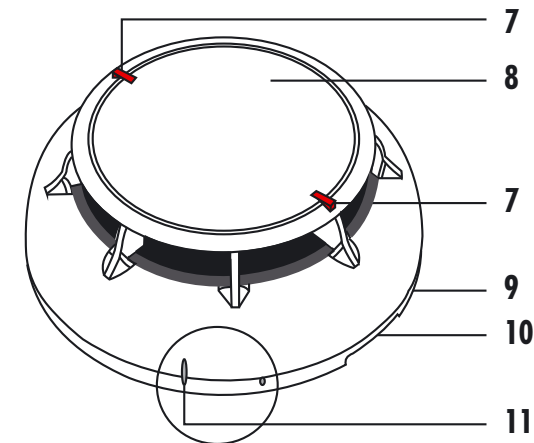

Abb. 2: Melder
6. Setzen Sie den Melder auf den Sockel und drehen Sie ihn im Uhrzeigersinn, um ihn zu verriegeln (siehe Abb. 2), sodass die Markierungslinie auf dem Melder mit der längeren Markierung auf dem Meldersockel übereinstimmt.